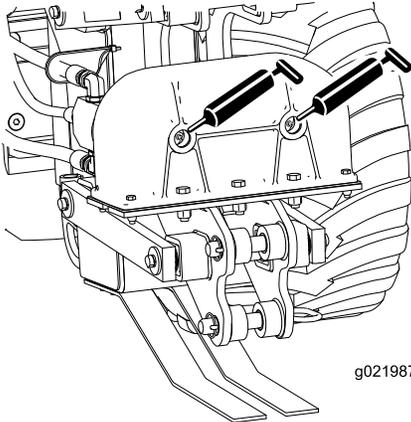
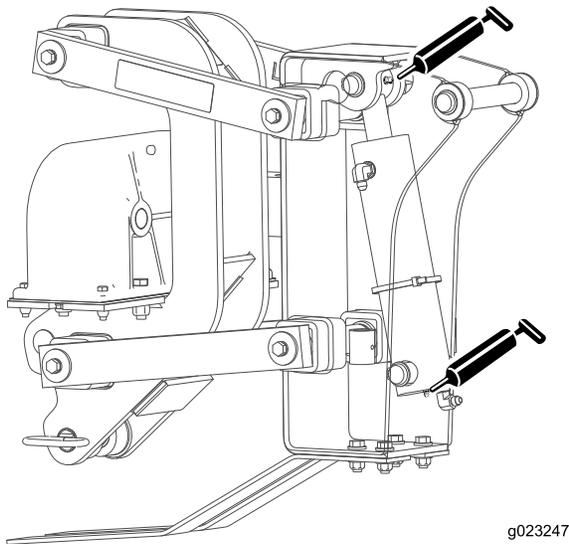

Figure 25
Figure 26
2. Raccordez une pompe à graisse à chaque graisseur (Figure 25, Figure 26 et Figure 27).